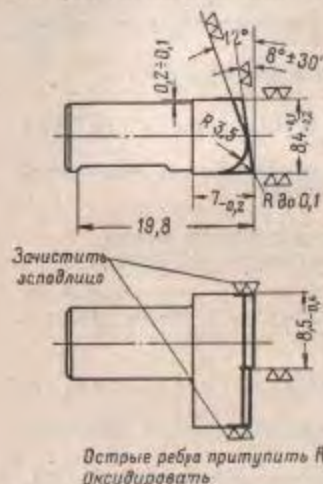

Рис. 41. Обработка гнетки спускового крючка
(II) Наплавить на изношенные поверхности зуба гнетка или разобщителя слой металла электродуговой сваркой электродом ЭНХ30-2-3 и обработать (рис. 41 и 43).